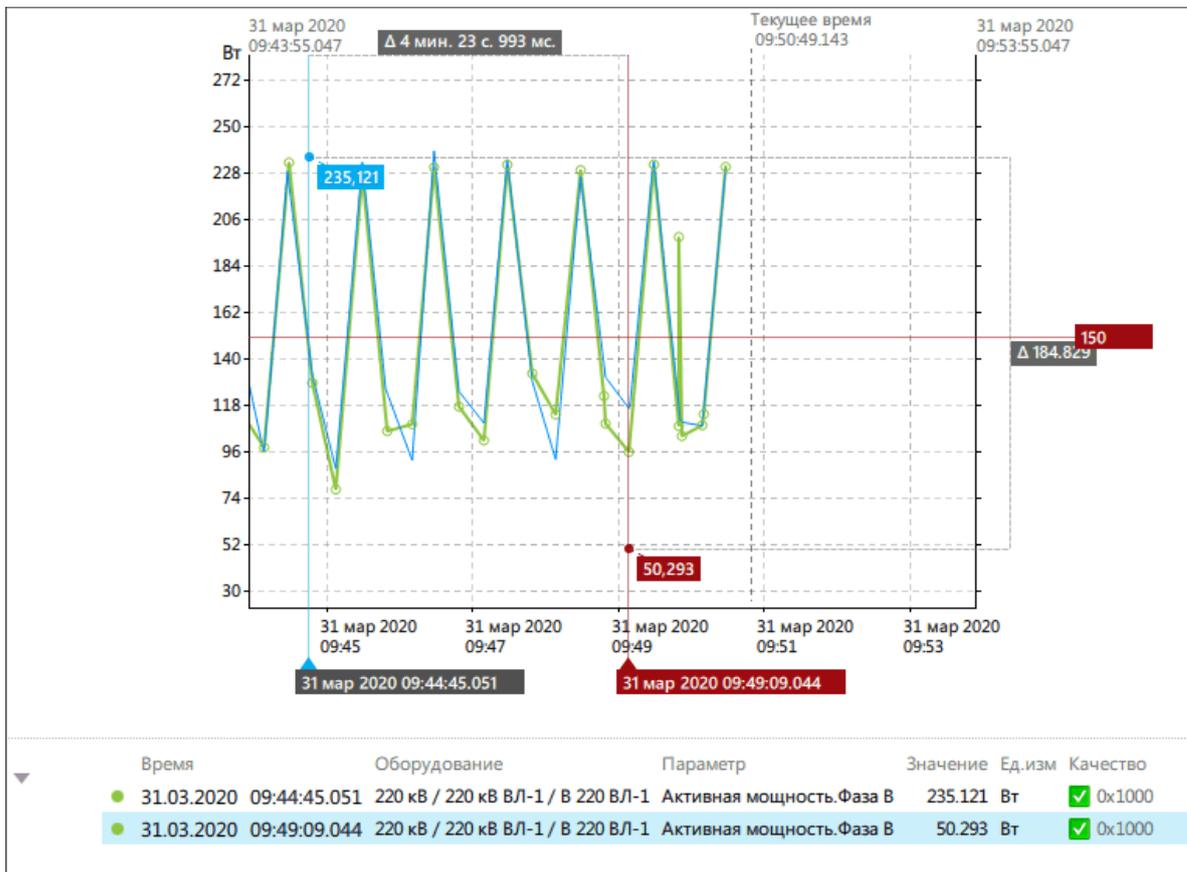

Рисунок 103 - Маркеры
6. Для маркеров по времени под графиком отображается информация в таблице маркеров (Рисунок 103).
Разница значений отобразится сверху и справа в виде «Δ=Полученное значение» (Рисунок 103).